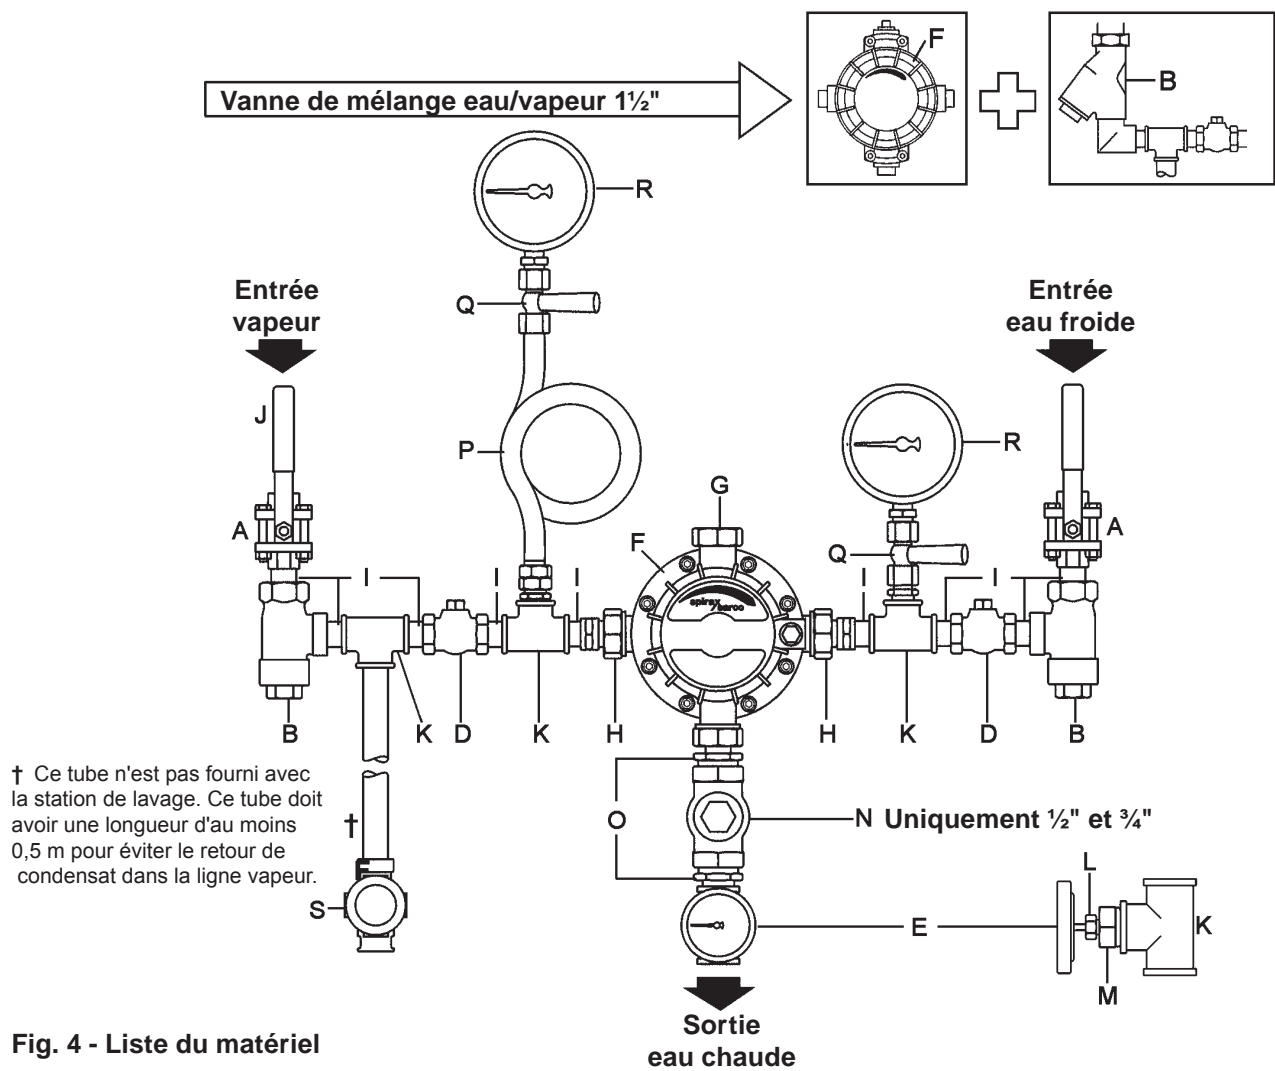

Fig. 4 - Liste du matériel
La station de lavage doit être soigneusement déballée et son contenu vérifié suivant le bordereau d'expédition. (Voir la fig. 4). La vanne de mélange eau/vapeur a deux sorties d'eau chaude, en sachant que la sortie d'eau chaude doit toujours être dirigée vers le bas, la seconde sortie sera bouchonnée. Ainsi vous pourrez orienter la vanne de mélange en fonction des arrivées d'eau et de vapeur.
La tuyauterie doit être assemblée suivant la figure 4 en utilisant une pâte à joint sur les filets.
Pour raccorder la tuyauterie d'alimentation d'eau chaude sur la sortie d'eau chaude de la vanne de mélange, visser en premier le "T" du thermomètre et le limiteur de température TCO1 (N). Cet ensemble peut maintenant être fixé sur la vanne de mélange en utilisant le raccord-union (O). Attention, une fois le montage terminé, il faut que le cadran du thermomètre, le bouchon hexagonal du limiteur de température et le bouton de réglage de la vanne de mélange soient parfaitement alignés (voir fig. 4).
La station de lavage doit être soigneusement déballée et son contenu vérifié suivant le bordereau d'expédition (voir tableau ci-dessous en même temps que la fig. 4).
Raccorder les fixations suivant la fig. 4 (page 13) en utilisant une pâte à joint sur les filets. Le limiteur de température TCO1 est installé entre la sortie d'eau chaude de la vanne de mélange et le raccord en "T" du thermomètre. Le TCO1 est raccordé au raccord en "T" en utilisant une réduction 1" x 3/4". L'autre bout est raccordé à la vanne par une réduction et un raccord-union mâle/femelle monté sur la vanne. Attention, une fois le montage terminé, il faut que le cadran du thermomètre, le bouchon hexagonal du limiteur de température et le bouton de réglage de la vanne de mélange soient parfaitement alignés. Fixer le flexible sur le thermomètre en vissant en premier le raccord-union mâle/mâle sur le raccord en "T". Vous pourrez alors fixer le raccord-union mâle/mâle sur le raccord femelle du flexible. (voir fig. 5).